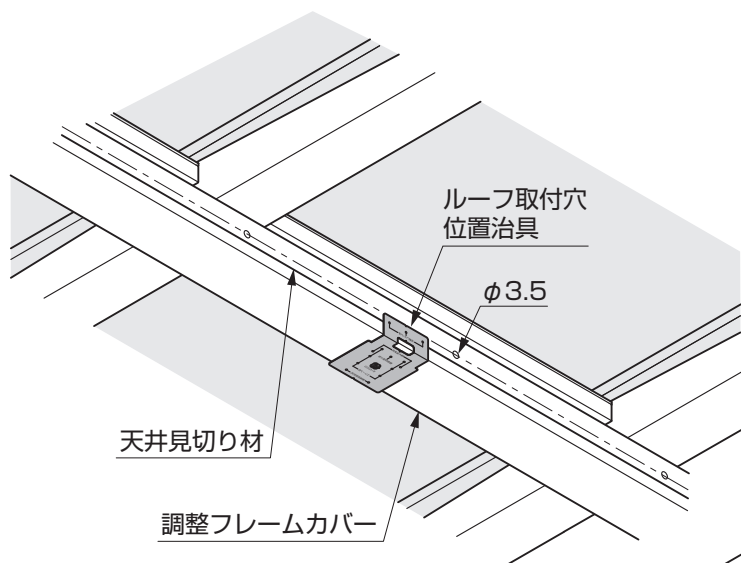
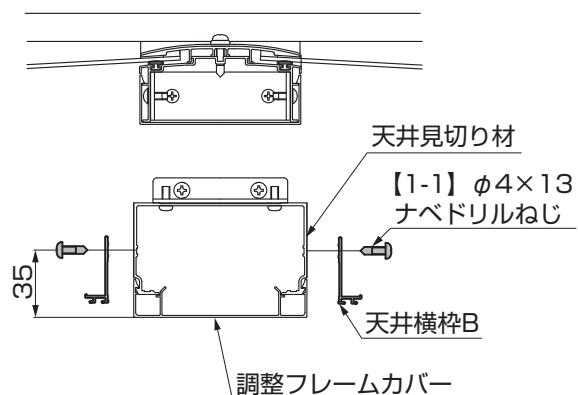

図4-14 B部詳細図
図4-15 B部詳細図
⑥天井見切り材にルーフ取付治具を使用して図4-14の位置にケガキ$\phi 3.5$の下穴をあけて天井横枠Bを【1-1】で取付けてください。(図4-14、図4-15参照)